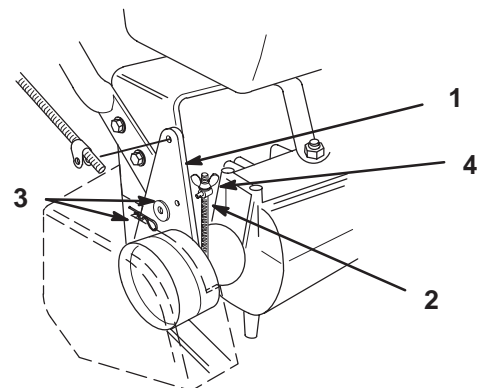

Bild 12
6. Entfernen Sie, wenn eine Einstellung der Bremse erforderlich ist, den Splint und die Scheibe, mit denen die Bremsstangenarmatur am Mitnehmerbügel befestigt ist (Bild 12).
7. Drehen Sie die Flügelmutter am Bremsgestänge auf oder ab und sichern die Armatur am Mitnehmerbügel ab (Bild 12). Kontrollieren Sie die Einstellungen und stellen bei Bedarf nach.